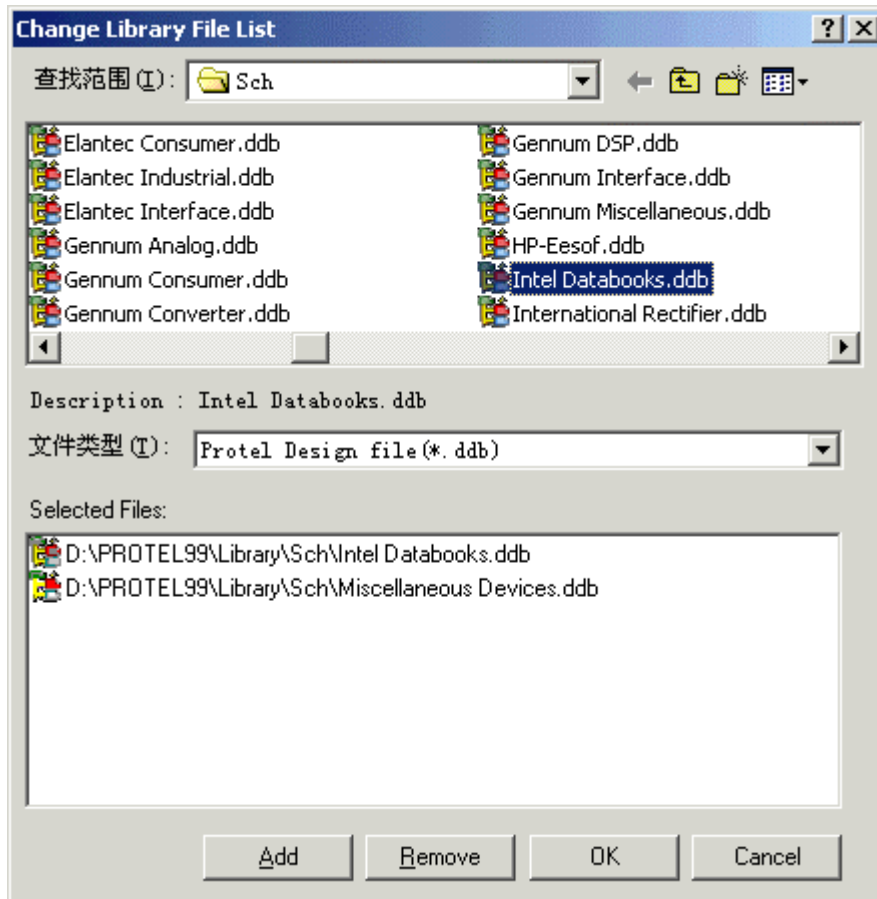

图 1—7 “元件库添加/删除”对话框
(3) 在 Design Explorer 99\Library\Sch 文件夹下选取元件库文件，然后双击鼠标或点击 Add 按钮，此元件库就会出现在 Selected Files 框中，如上图 1—7 所示。
(4) 然后点击 OK 按钮，完成该元件库的添加。